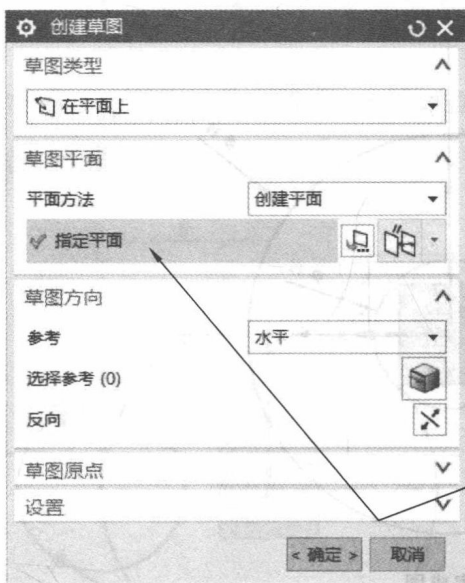

图 1-13 【创建草图】对话框
(1) 双击打开 UG NX 10.0 , 点击 , 名称输入【caotu2】, 修改存储路径, 点击【确定】按钮。
(2) 点击 , 弹出图 1-13 所示的【创建草图】对话框, 点击【指定平面】, 指定图 1-14 所示的 X-Y 平面, 点击【确定】按钮。